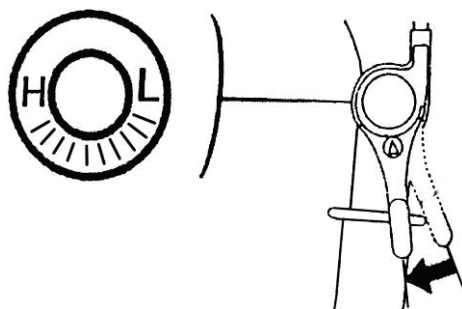

рис.9
#### 6.1.1 Запуск ручным стартером (см. рис. 9 и 10)
- перевести рычаг дроссельной заслонки немного влево, как показано на рис.9;
После прогрева двигателя в течение 10-40 секунд (в зависимости от начальной температуры), переведите рычаг управления дроссельной заслонкой (рис.9) в положение «минимально».
- перевести рычаг регулировки дроссельной заслонкой (рис.9) в положение «минимально»;